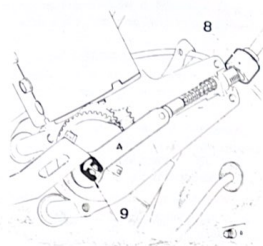

Fig. 9.18. Mando de los limpiaparabrisas.
Soltar los tres tornillos de sujeción del motor. Sacar la tapa que cubre la bieleta de mando. Aflojar la tuerca (8) (fig. 9.18) de la funda de la sirga, quitar la grupilla (9), sacar la bieleta (4) y extraer el conjunto de platina y motor.